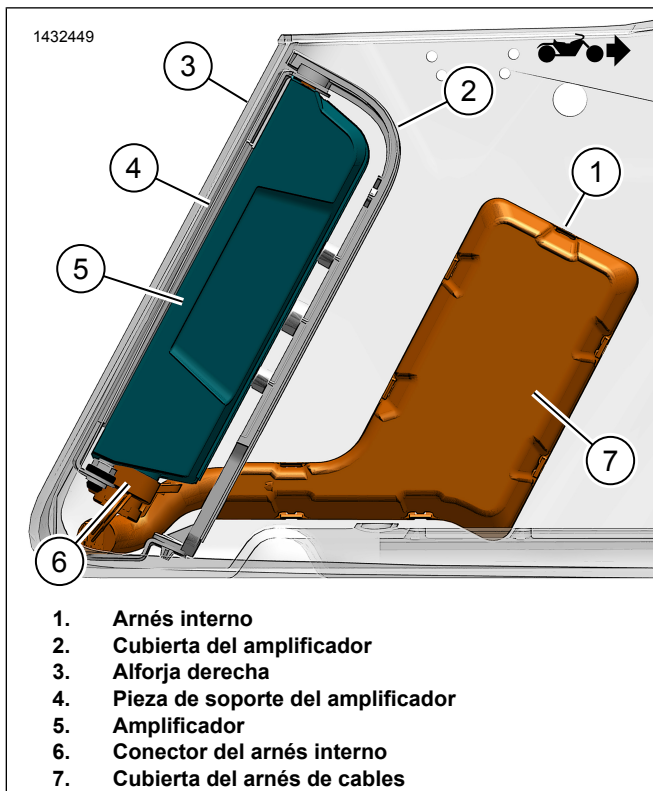
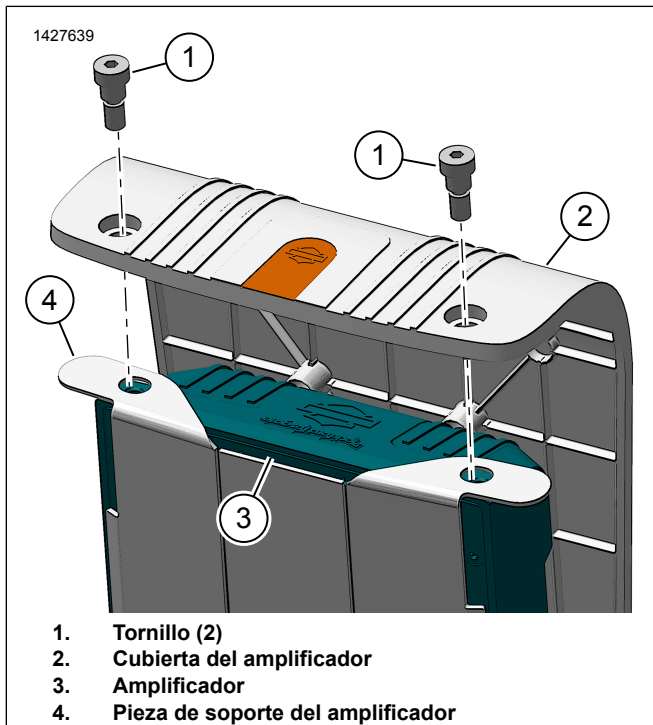

Figura 15. Arnés de la alforja con amplificador
Figura 16. Cubierta del amplificador
7. Figura 15 Instale el amplificador (5) en su pieza de soporte de montaje (4).
8. Instale la cubierta del amplificador (2).
9. Figura 16 Instale los tornillos (1). Apretar.